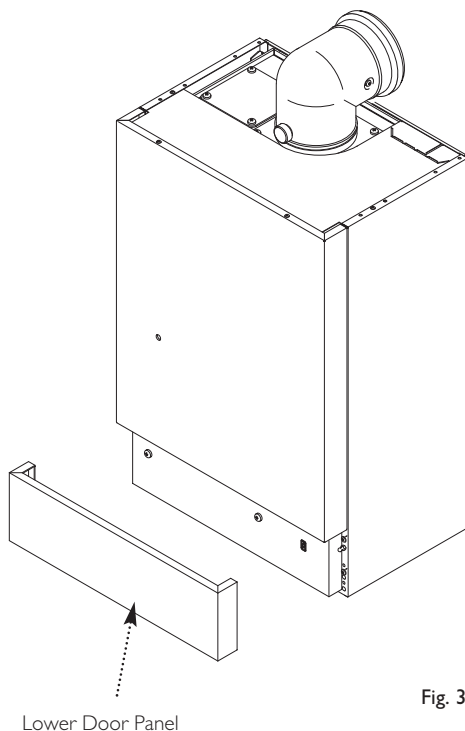

Fig. 38
3. Replace the lower door panel (Fig. 38).